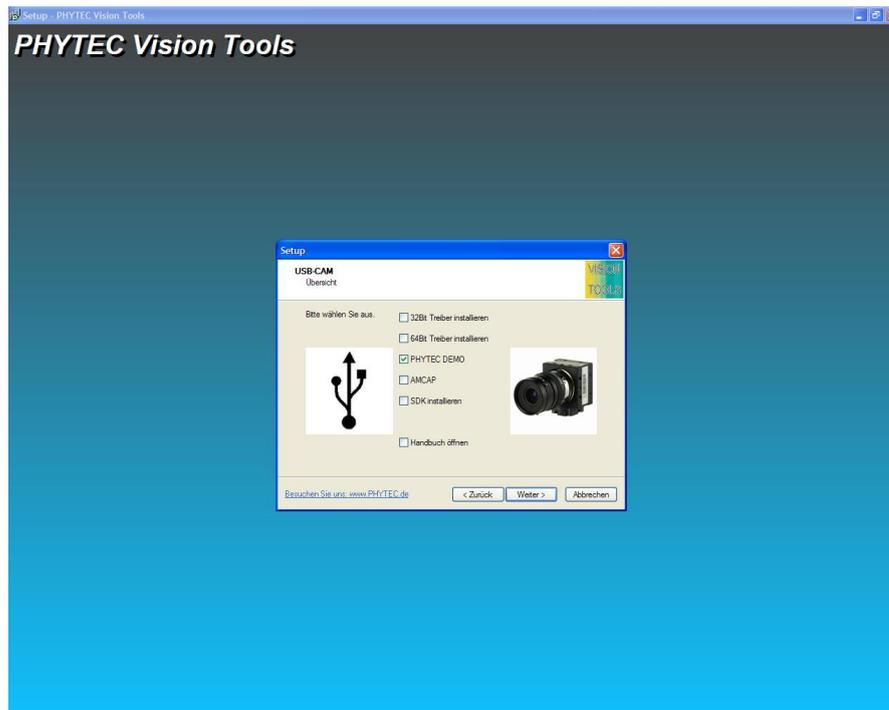

Bild 17: Installationsmenu für die USB-Kameras
- Klicken Sie auf *USB-CAM*. Sie befinden sich nun im Installationsmenü für die PHYTEC USB-Kameras. Selektieren Sie den Punkt *PHYTEC DEMO* (*Bild 17*) und klicken Sie auf *Weiter*.